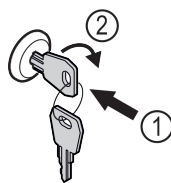

Fig. 172 Ilustratīvs attēlojums
- Iespiediet atslēgu Fig. 172 (1).
- Grieziet atslēgu par 90° pulksteņrādītāja virzienā Fig. 172 (2).